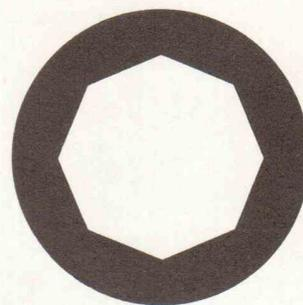

Fig. 28
- Mit dem Drehknopf (3) wird die Öffnungsirisblende zur optischen Achse zentriert – der Drehknopf rastet in der Mittelstellung ein.
- Zentralblende mit Knopf (7) ausschalten – der Merkstrich am Knopf steht waagrecht.
- Feldirisblende mit Stellstift (5) so weit schließen, daß sie im Gesichtsfeld sichtbar wird und dann wieder bis knapp über die Grenze des Gesichtsfeldes hinaus öffnen. Ein weiteres Öffnen verursacht Überstrahlung und Kontrastverlust des mikroskopischen Bildes.
- Öffnungsirisblende mit Stellstift (2) so einstellen, daß das mikroskopische Bild möglichst klar und kontrastreich erscheint. Dies ist dann der Fall, wenn die Objektiv-Hinterlinse (bei herausgenommenem Okular im Einblicktubus betrachtet) zu etwa 2/3 ihres Durchmessers ausgeleuchtet wird, siehe Fig. 28.